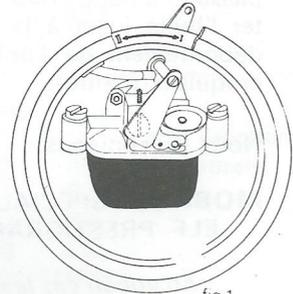

fig 1
#### — Moteur froid (fig. 1).
- Placer le levier de commande du volet de départ (Rep. 2)\* en position I (fig. 1).